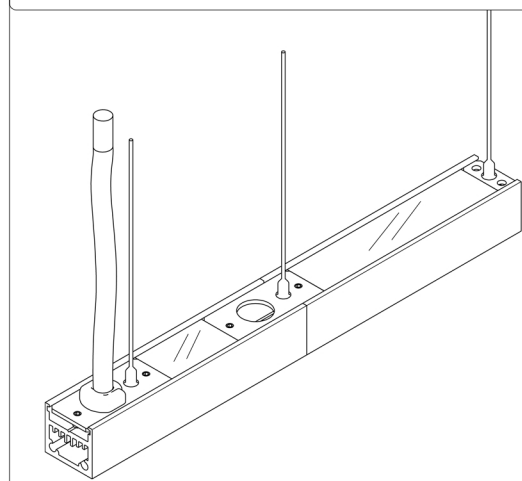

FIG. 1 - LOCK EXTRUSIONS TOGETHER ONTO JOINER
3. LOCK EXTRUSIONS IN PLACE BY TIGHTENING GRUB SCREWS IN JOINER BRACKET. BE CAREFUL NOT TO TIGHTEN ON TO LED STRIP OR CABLE (SEE FIG. 1).